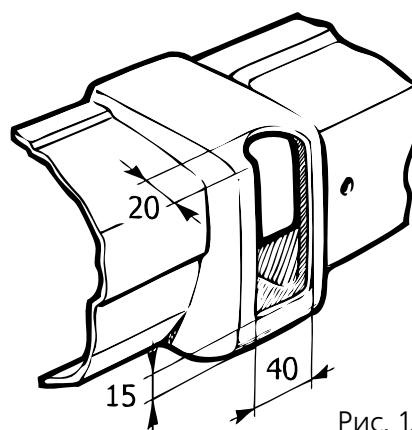

Рис. 1.2
**ВНИМАНИЕ !** В случае, если предусматривается установка передней защиты F-02, то необходимо вырезать фрагменты клыков накладки бампера по разметке на внутренней поверхности накладки или по рис. 1.2.